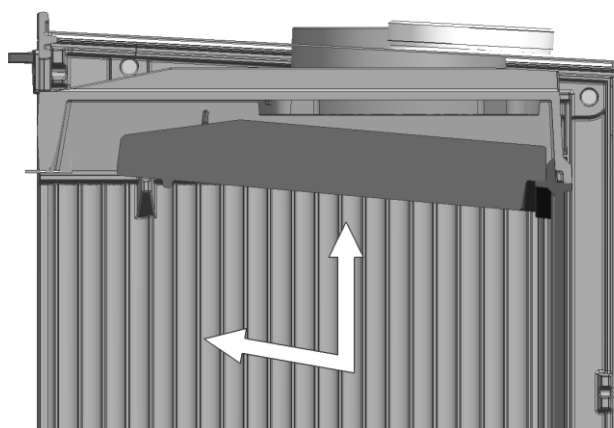
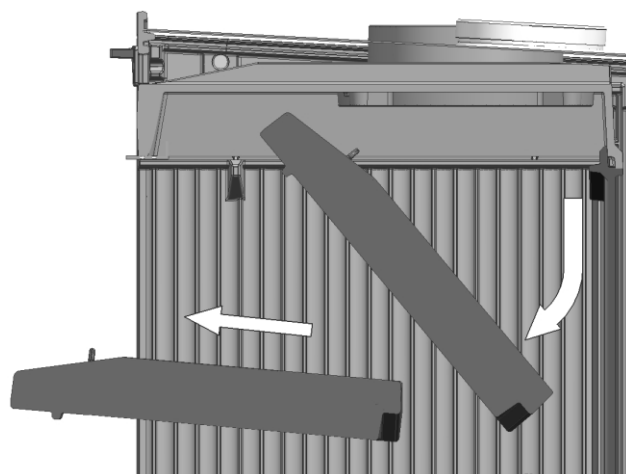

Fig. 1
Fig. 2
1. Togliere la grata svitando le due viti nella parte inferiore (Fig. 1 e Fig. 2).
1 A – Far scivolare la lastra deflettente in avanti e verso l'alto fino a togliere i perni dalle posizioni laterali del proprio deflettore (Fig. 1).
B – Far scivolare il deflettore verso il basso, lasciando libera la parte (Fig. 2).